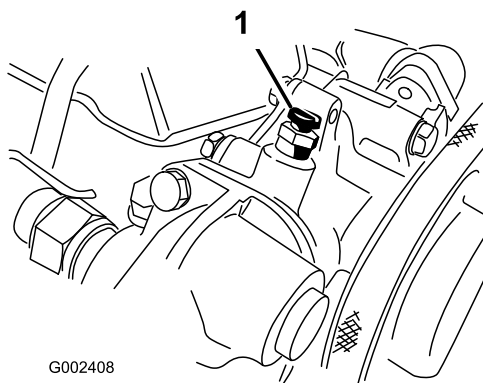

Figura 65
6. Aprite la vite di spurgo sopra la pompa dell'acqua (Figura 65).